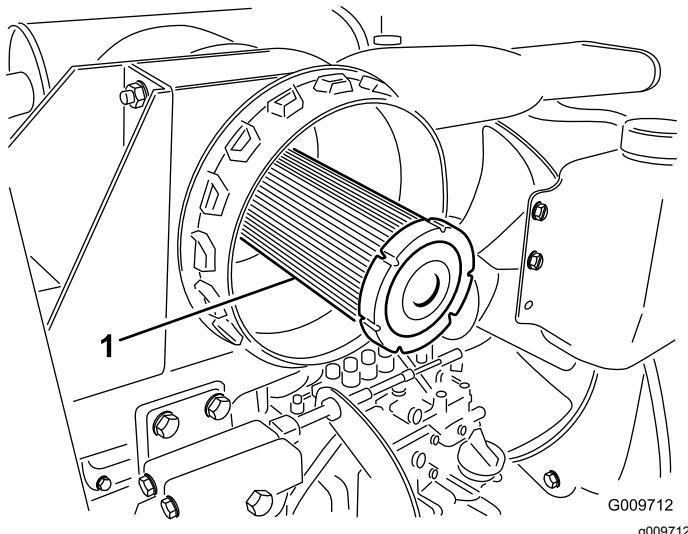

Figure 75
**Important:** N'essayez jamais de nettoyer l'élément de sécurité (Figure 75). Remplacez l'élément filtrant de sécurité une fois sur trois, quand vous effectuez l'entretien du préfiltre.